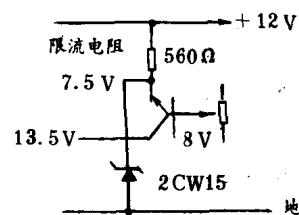

图 1-12
耗散功率估算出限流电阻的阻值。例如，在飞燕 DUC34 型黑白电视机中的串联稳压电源中，与比较放大管发射极连接的稳压管 2CW15，其最大工作电流约 27mA，最大耗散功率 P_{ZM} 为 0.25W，稳压值 7.5~8V，在 12V 与地之间通过 1 个限流电阻 (560Ω , $1/8W$) 与稳压管阴极连接，其阳极接地（见图 1-12）。
①用万用表 $R \times 100$ 或 $R \times 1k$ 档测量二极管的正、反向电阻，如图 1-12 所示，锗点接触型的 2AP 型二极管正向电阻在 $1k$ 左右，见图 1-12 (1)，反向电阻应在 $100k$ 以上，见图 1-12 (2)；硅面接触型的 2CP 型二极管正向电阻在 $5k$ 左右，反向电阻应在 $1000k$ 以上。总之，正向电阻越小越好，反向电阻越大越好。若正向电阻太大或反向电阻太小，表明二极管的检波与整流效率不高。如图 1-14 所示，若正向电阻无穷大（表针不动），说明二极管内部断路；若反向电阻接近零，表明二极管已击穿。内部断开或击穿的二极管均不能使用。